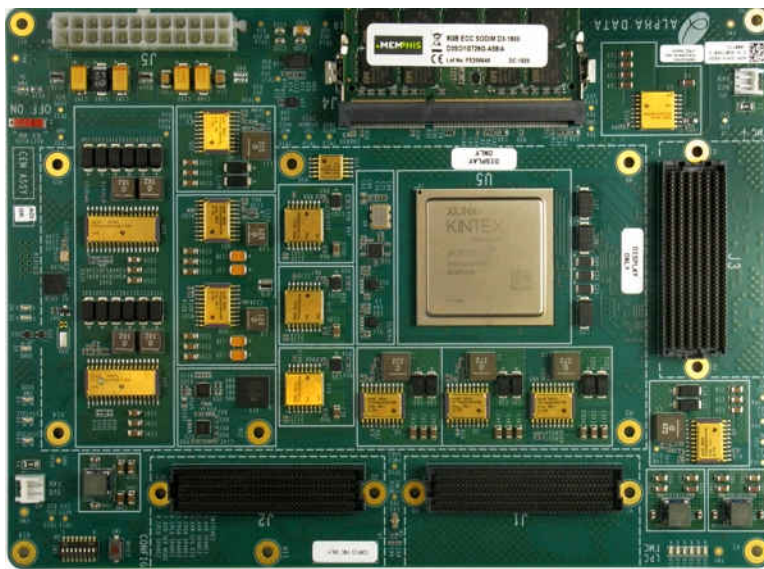

图 5-1. 用于 KU060 的 ADA-SDEV-KIT2 平台
借助 Alpha Data Parallel Systems 提供的 ADA-SDEV-KIT2 平台，您可以评估 KU060 (商用封装) 以及德州仪器 (TI) 提供的航天级电源解决方案。借助该平台，还可以通过 KU060 的 FPGA 夹层卡连接器测试 KU060 与其他器件 (如高速模数转换器) 的交互情况。图 5-1 显示了 ADA-SDEV-KIT2 的图片。